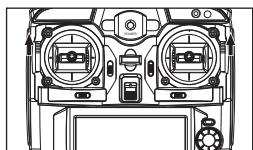

图1
1. 当遥控器两侧的油门模式切换键同时推倒“R”处时, 为右手油门模式。(如图1)